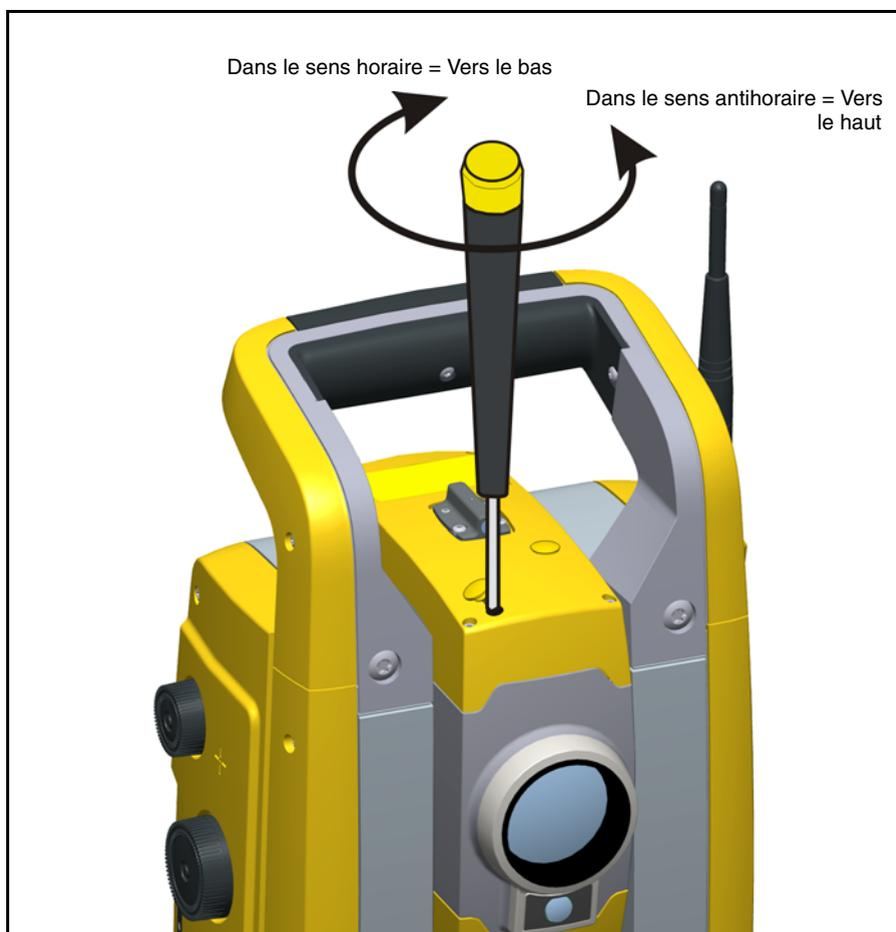

Figure 4.23 Position verticale de réglage
2. Pour corriger la position verticale du spot laser, insérez la clé allen dans le port de réglage vertical et tournez la comme indiqué dans la Figure 4.23.